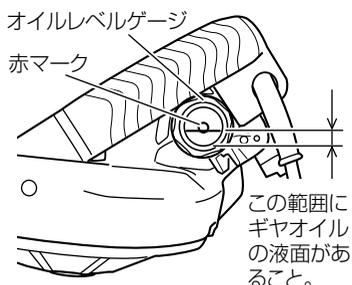

図 39
- (1) 本機を図 39 の状態(水平)に置きます。スタンド付で点検する場合は、本体を下限に降ろした状態で行ってください。この際、ギヤオイルは、オイルレベルゲージから少ししか見えませんので、なるべく本体をスタンドからはずして点検するようにしてください。
- (2) オイルレベルゲージ中心の赤マークから下側の間にギヤオイルの液面があることを点検し、不足の場合は、補給してください。
- (3) ギヤオイルは、オイルレベルゲージを取りはずして、補給または交換してください。